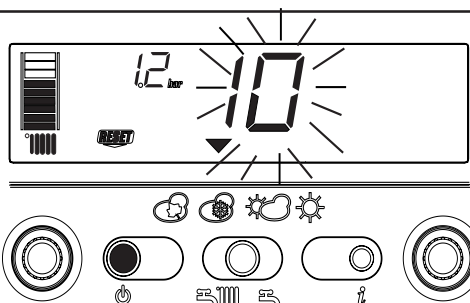

Fig. 4.23
2) Visualizzazione della sola icona (fig. 4.23)